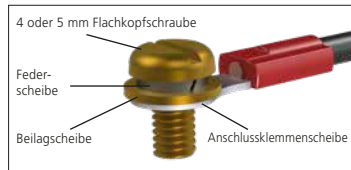

Abb. 7.5.1
**⚠ Um sichere elektrische Verbindungen zu gewährleisten, ist es wichtig, dass die erforderlichen Unterlegscheiben wie in Abbildung 7.5.1 dargestellt verwendet werden. Andernfalls können sich Verbindungen lösen oder Schrauben an Ring-Crimp-Anschlüssen nicht festklemmen. Federscheiben**